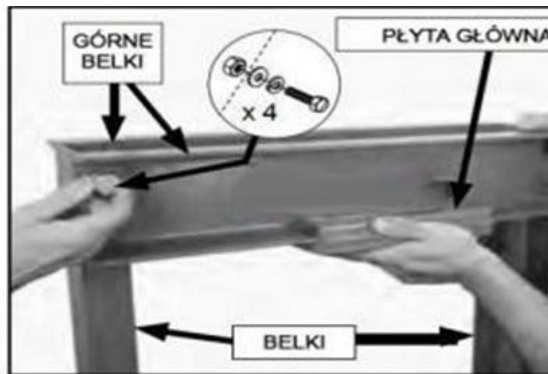

Fig. 2
3. Fixați grinzile superioare de grinzi (conform Fig. 2) cu ajutorul a 8 șuruburi M16, șaibe de 16 mm și piulițe M16. La montarea celei de-a doua grinzi superioare, așezați placa superioară deasupra marginilor inferioare ale